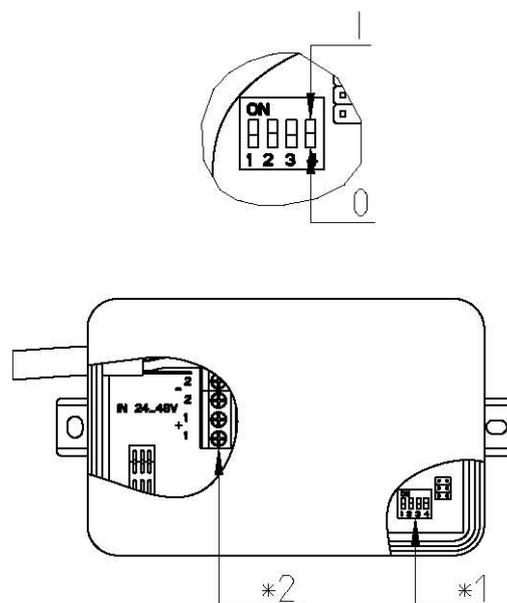

Abbildung 2: AM5
2. AM5 - DIP-Schalter entsprechend der gewünschten Leistungsdaten einstellen → ON: 1; OFF: 0 (Abbildung 2/ \*1)
3. AM5 verdrahten (Abbildung 2/ \*2). Die Zubringerleitung ist so zu wählen, dass der Spannungsabfall zwischen Energieversorgung und AM5 max. 6,25% der Nennspannung beträgt.